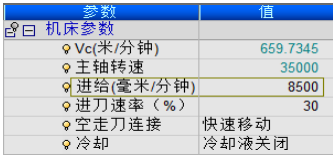

图 3-177 设置机床参数（4）
5) 设置机床参数。展开“机床参数”选项，相关参数设置如图 3-177 所示。